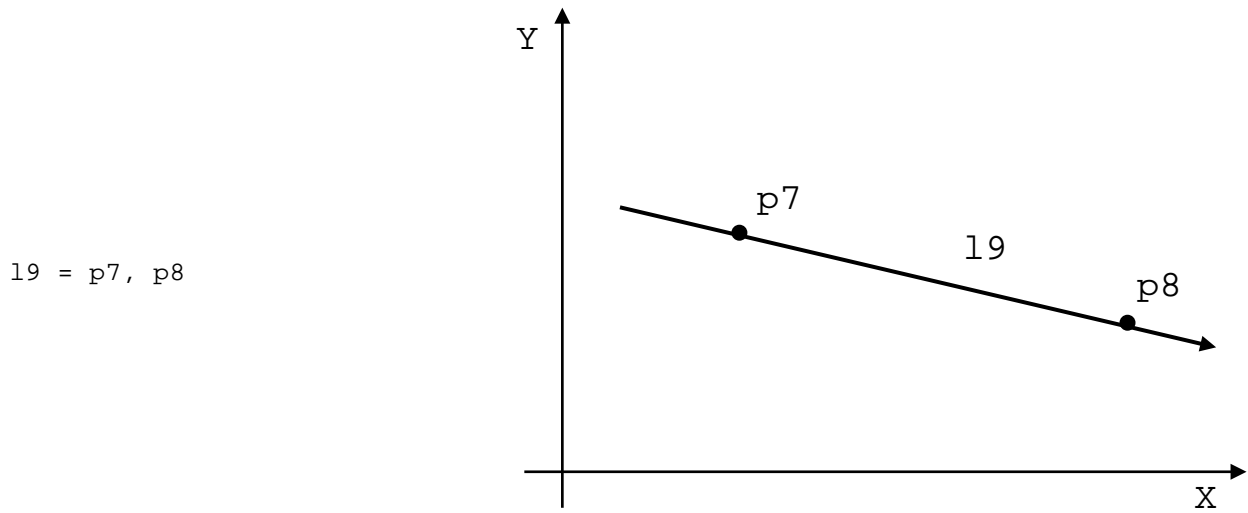

Рисунок 2.69
- прямая, проходящая через две точки (рисунок 2.69):